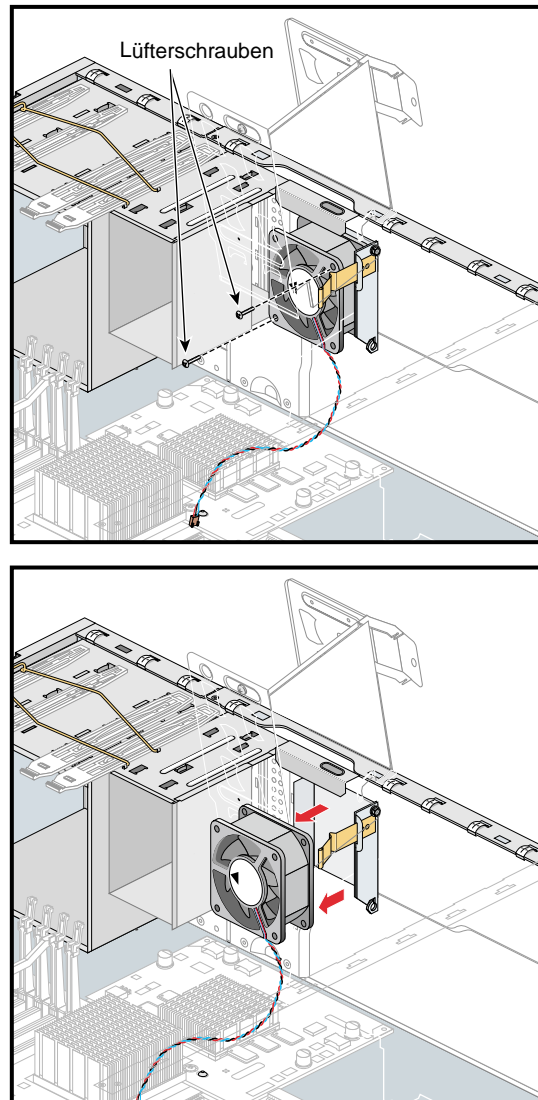

Abbildung 4-40 Entfernen des Festplattenlüfters
3. Lösen Sie mit einem kurzen Kreuzschlitz-Schraubenzieher die beiden Schrauben, mit denen der Festplattenlüfter im Lüfterhalter befestigt ist. Entfernen Sie anschließend den Lüfter aus dem Gehäuse. Siehe Abbildung 4-40.